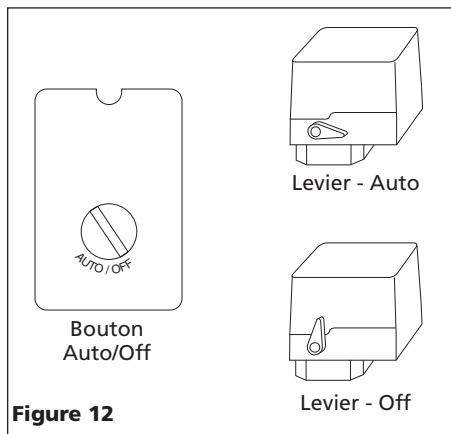

Figure 12
3. Tournez le levier ou le bouton du manostat à la position OFF (ARRÊT) et branchez le cordon d'alimentation (reportez-vous à la Figure 12).